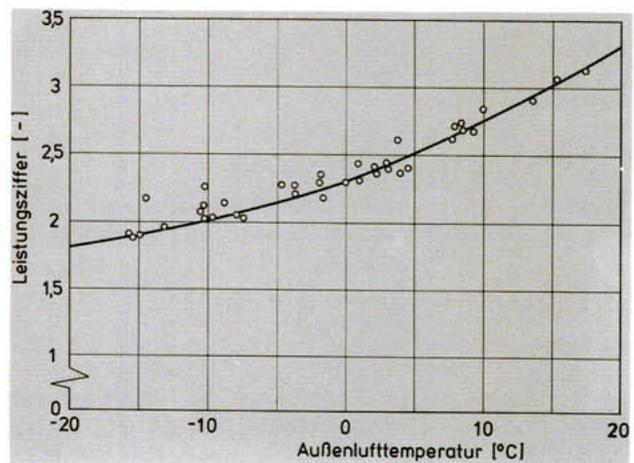

Bild 4
- Die Leistungsnummer der Wärmepumpe einschließlich der Umwälzpumpen liegt bei einer Heiztemperatur von  $45^{\circ}/40^{\circ}$  zwischen  $\epsilon = 1,9$  bei  $-15^{\circ}$  und  $\epsilon = 3,0$  bei  $+15^{\circ}$  Außenlufttemperatur (Bild 4).